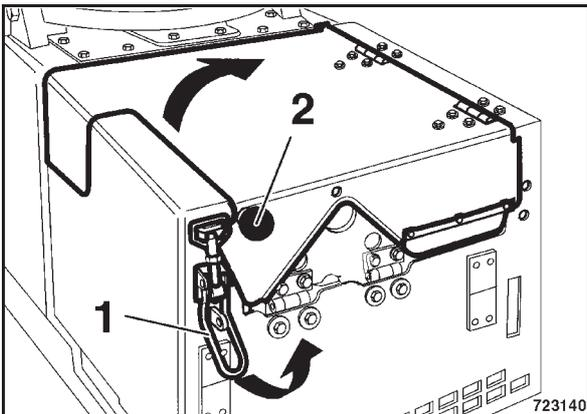

Bild 40
**Haube zum Schließen nur an Knopf (2) (Bild 40) anfassen.**